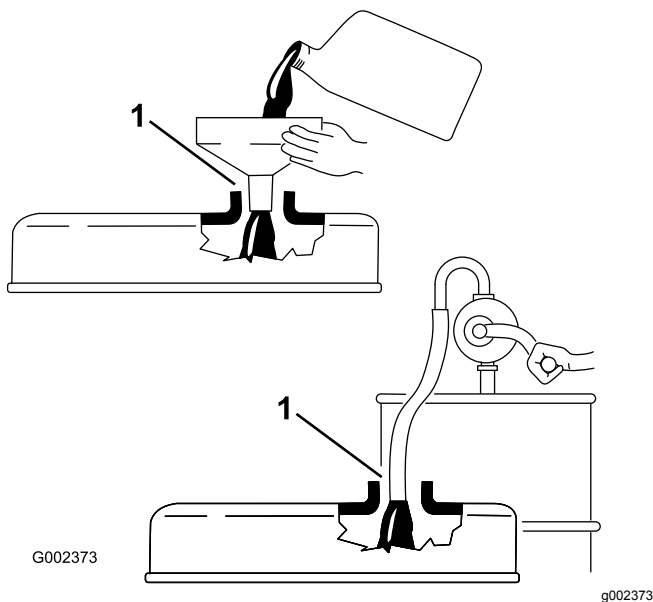

Figure 27
**Important:** Retirez la jauge de niveau lorsque vous faites le plein d'huile moteur. Lorsque vous faites l'appoint ou le plein d'huile moteur, il est *indispensable* de maintenir un espace entre le dispositif de remplissage et l'orifice de remplissage d'huile dans le couvre-culasse, comme montré à la Figure 27. Cet espace est nécessaire pour assurer l'aération pendant le remplissage et empêcher l'huile de déborder dans le reniflard.